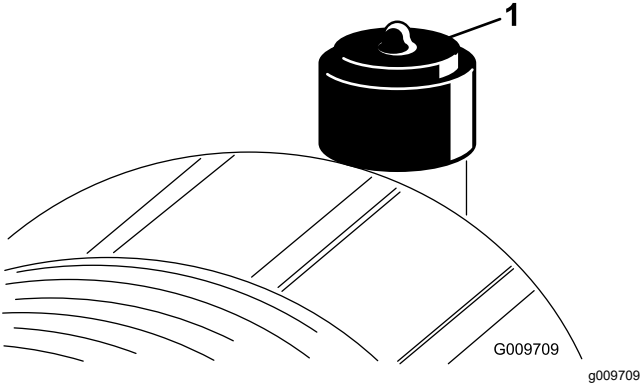

图 52
仅在维修指示灯 (图 52) 要求时才维修空气滤清器滤芯。在必须更换之前更换空气滤清器只会增加灰尘在滤清器拆下时进入发动机的几率。
- 如果指示灯显示为红色请重设 (图 52)。